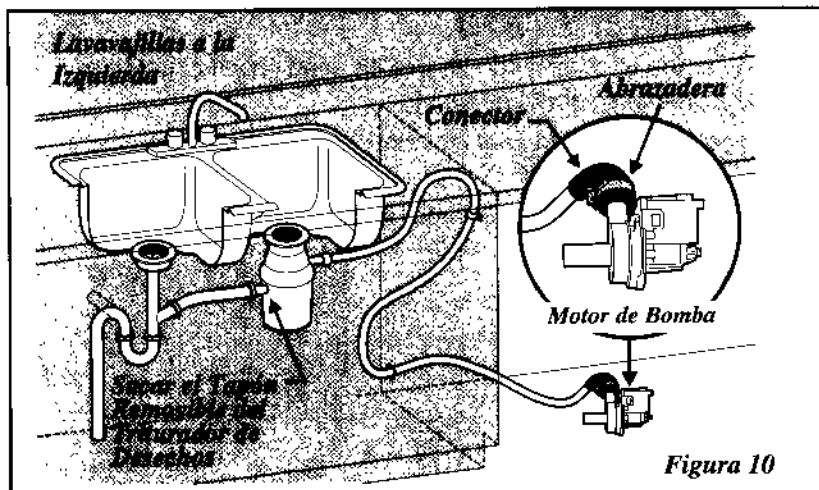

Figura 10
4. Asegúrese de que el lavavajillas no quede sobre la manguera de desagüe. Debe estar libre de componentes eléctricos y de los resortes de la puerta. No corte la manguera de desagüe corrugada. Tire el exceso de la manguera a través del armario y colóquelo debajo del fregadero. Asegúrese de que la manguera no esté en contacto con bordes afilados. Ver Figura 10.